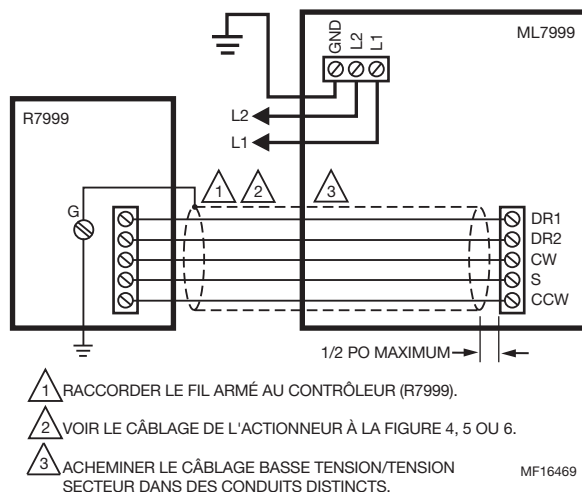

Fig. 6. Câblage type de l'actionneur ML7999C.
Raccordez la mise à la terre du blindage des entrées du ou des actionneurs ML7999C, le dispositif de réenclenchement distant, le potentiomètre manuel, les entrées du contrôleur de 4 à 20 mA et du dispositif auxiliaire de 4 à 20 mA à la sangle de mise à la terre fournie dans l'embase universelle Q7999. Connectez le blindage à l'extrémité du contrôleur seulement. Voir la Fig. 6.
3. Câblez le circuit basse tension au contrôleur R7999. Consultez la Fig. 6 pour les connexions de câblage types.
5. Câblez le circuit de tension de secteur. Consultez la Fig. 6 pour les connexions de câblage types.